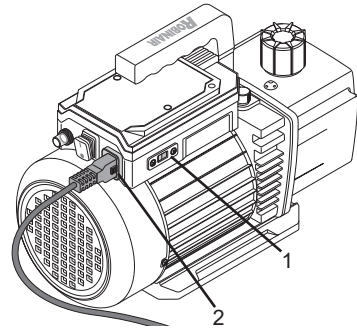

Abbildung 3
1. Stellen Sie den Spannungswahlschalter (1) ein, um sicherzustellen, dass die Spannungseinstellung mit der Nennspannung der Steckdose übereinstimmt (siehe Abbildung 3).
3. Schließen Sie das Netzkabel (2) an die Vakuumpumpe an (siehe Abbildung 3).